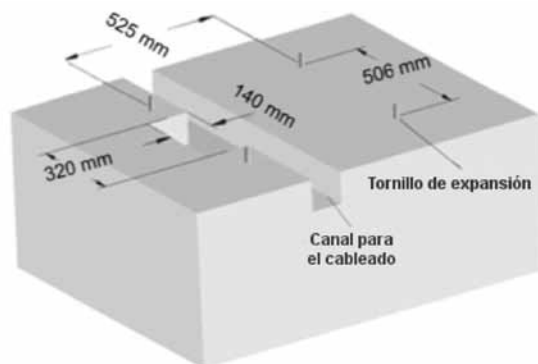

Fig. 4-2 Dimensiones de instalación en el suelo
1. Elija y prepare el sitio de instalación. Coloque cuatro tornillos de expansión M10 al suelo y haga un canal para el paso de los cables. Las separaciones entre los tornillos se muestran en la Fig. 4.2. La altura expuesta de los tornillos de expansión debe ser aproximadamente 50 mm. Se recomienda un ancho y una profundidad mínimos de 100 mm para el canal para el cableado.